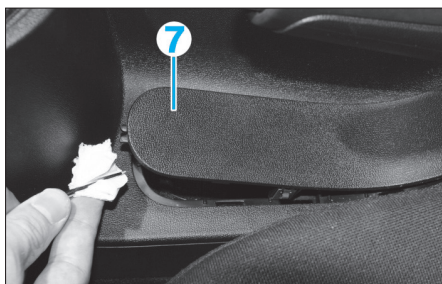

Fig. 20
• Déposer le cache du frein à main (7) (Fig.20).